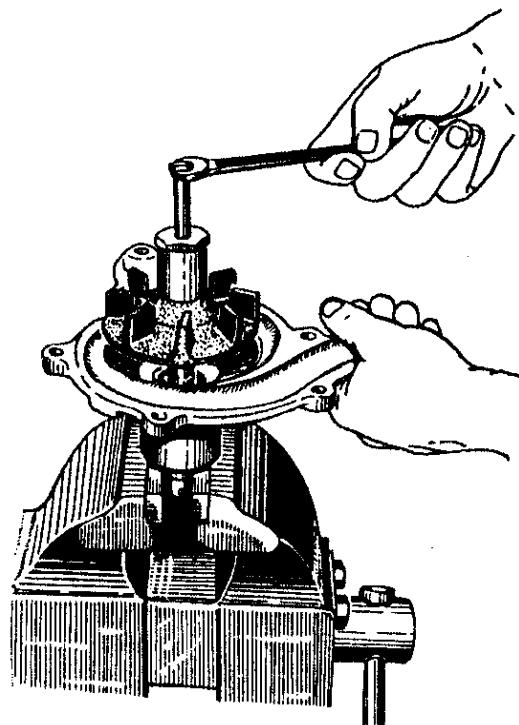

Рис.64. Снятие крыльчатки водяного насоса
3. Съёмником спрессовать крыльчатку с вала водяного насоса (рис.64). Перед снятием крыльчатки, чтобы не повредить резьбу на валике водяного насоса, между торцом валика и болтом съемника необходимо поставить шайбу.